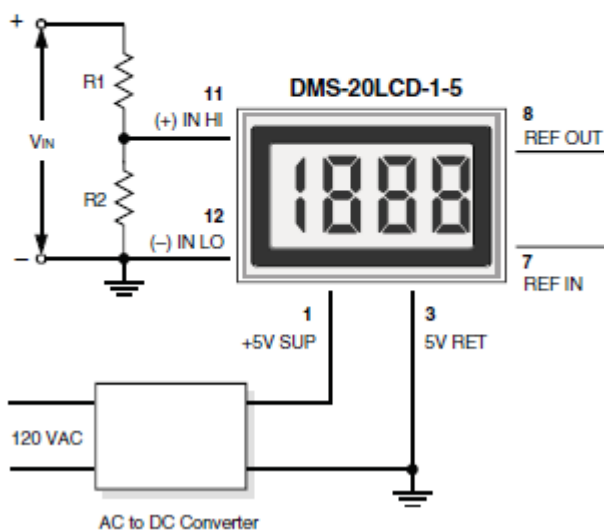

Рис. 4. Цепь входного аттенюатора
**3. Инженерное масштабирование:** для измерения напряжений, превышающих полный диапазон входного сигнала данного измерителя, входной сигнал должен быть ослаблен. Простой делитель напряжения (похожий на показанный на рис. 4) масштабирует входной сигнал в пределах диапазона выбранного измерителя. Резисторы R1 и R2 должны быть прецизионными,  $\pm 1\%$ , металлопленочными резисторами с абсолютным TCR менее  $50 \text{ ppm}/^\circ\text{C}$ . Дополнительную информацию об инженерном масштабировании см. в примечании 4.